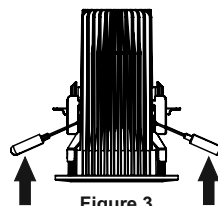

Figure 3
Étape 4. Chargez les clips à ressort sur le module en position "vers le haut" en appuyant sur les clips, comme illustré à la figure 3. Les clips se verrouillent en position verticale, comme e montre la figure 4.